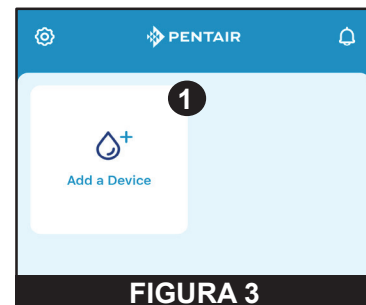

FIGURA 3
2. Viene visualizzata la dashboard Home (**FIGURA 3**). Selezionare ADD A DEVICE [1].